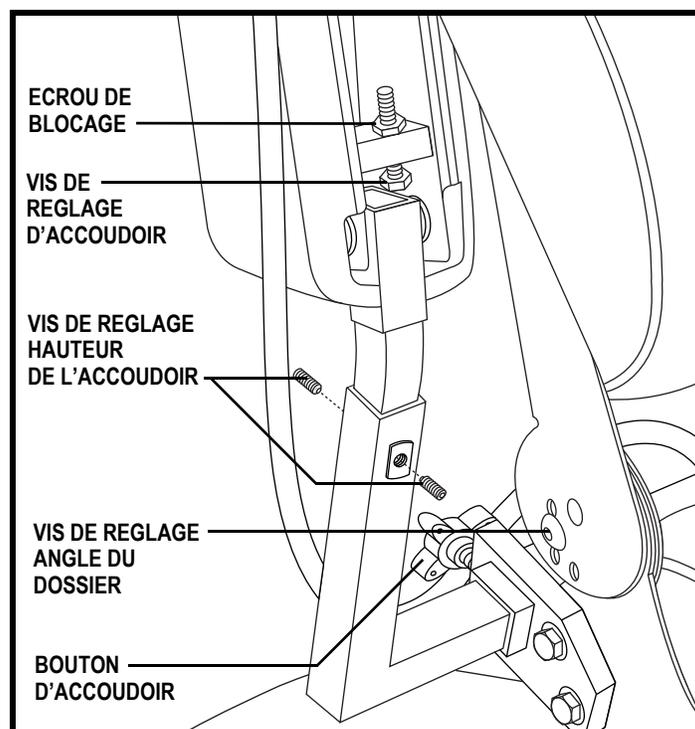

Figure 17. Réglage accoudoirs et dossier
1. Retirez la vis de réglage de l'inclinaison du dossier de chaque charnière. **Voir la figure 17.**
1. Repérez les deux boutons de réglage sur le support des accoudoirs. **Voir la figure 17.**
1. Relevez l'accoudoir perpendiculaire au plancher. **Voir la figure 17.**
1. Desserrez les vis de réglage sur les dos de chaque support d'accoudoir. **Voir la figure 17.**